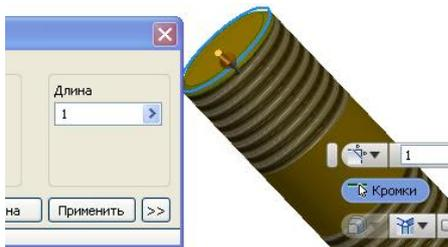

Рис. 4.5. Создание первой фаски
7. Создайте фаски у шпильки. Для этого выберите команду «Фаска»  в линейке «Изменить». В диалоговом окне «Фаска» введите размер катета фаски 1 мм и нажмите кнопку «Применить» (рис. 4.5).